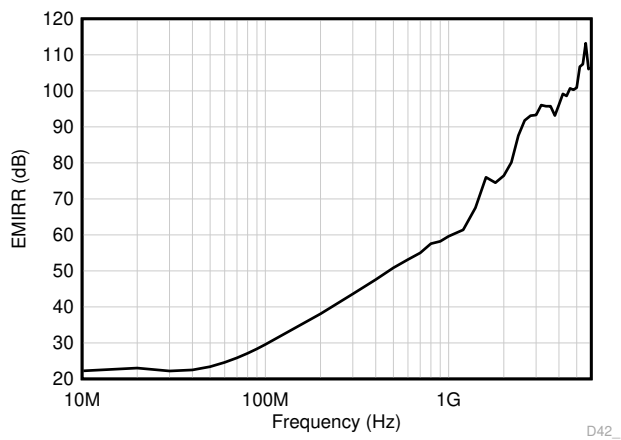

图 7-4. EMIRR 测试
OPAx310 使用集成电磁干扰 (EMI) 滤波来降低干扰源（如无线通信设备（射频干扰 (RFI)）以及混合使用模拟信号链和数字组件的高密度电路板）产生的 EMI。通过电路设计技术可改进 EMI 抗扰度；OPAx310 受益于这些设计改进措施。德州仪器 (TI) 已具备在 10MHz 至 6GHz 宽频谱范围内准确测量和量化运算放大器抗扰度的能力。图 7-4 展示了在 OPAx310 上执行此测试的结果。表 7-1 展示了 OPAx310 在实际应用中通常会遇到的特定频率下的 EMIRR IN+ 值。运算放大器的 EMI 抑制比应用报告包含了与运算放大器相关的 EMIRR 性能主题，该报告可在 www.ti.com 上下载。